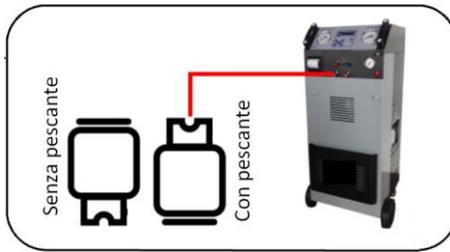

Figura 5
- Collegare la bombola esterna del gas alla stazione mediante l'attacco di alta pressione (**ROSSO**), tenendo conto della presenza o meno del pescante per stabilire l'orientamento della bombola stessa (come da Figura 5).